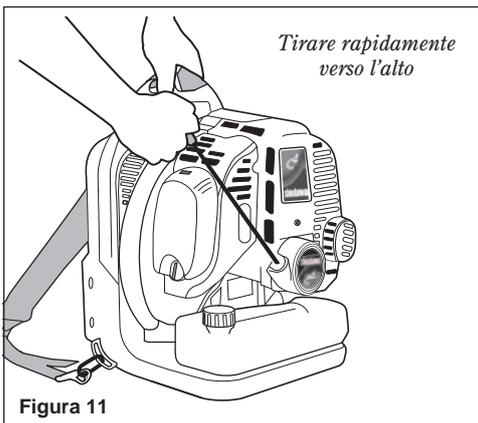

Figura 11
6. Tirare lentamente la manopola di avviamento con la mano destra fino a quando si avverte l'innesto dell'avviamento. Vedere la figura 11.